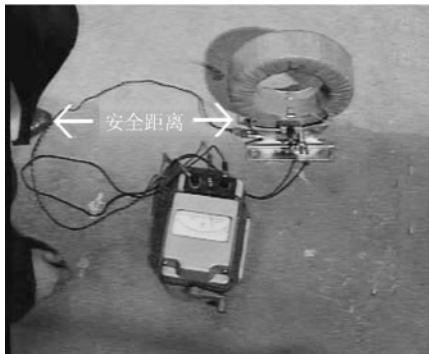

图 2-53 注意保持安全距离
- (1) 不能在设备带电的情况下测量其绝缘电阻。测量前被测设备必须切断电源和负载，并进行放电；已用兆欧表测量过的设备若要再次测量，也必须先接地放电。
- (2) 兆欧表测量时要远离大电流导体和外磁场。
- (3) 与被测设备的连接导线，要用兆欧表专用测量线或选用绝缘强度高的两根单芯多股软线，两根导线切忌绞在一起，以免影响测量准确度。
- (4) 测量过程中，如果指针指向“0”位，表示被测设备短路，应立即停止转动手柄。
- (5) 被测设备中若有半导体器件，应先将其从插件板上拆去。
- (6) 测量过程中不得触及设备的测量部分，以防触电。
- (7) 测量电容性设备的绝缘电阻时，测量完毕，应对设备充分放电。
- (8) 测量过程中手或身体的其他部位不得触及设备的测量部分或兆欧表接线柱，即操作者应与被测量设备保持一定的安全距离，以防触电，如图 2-53 所示。